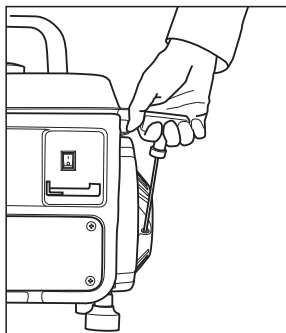

рис. 8
9. Медленно вытяните шнур ручного стартера, а затем быстро потяните его (рис. 8).